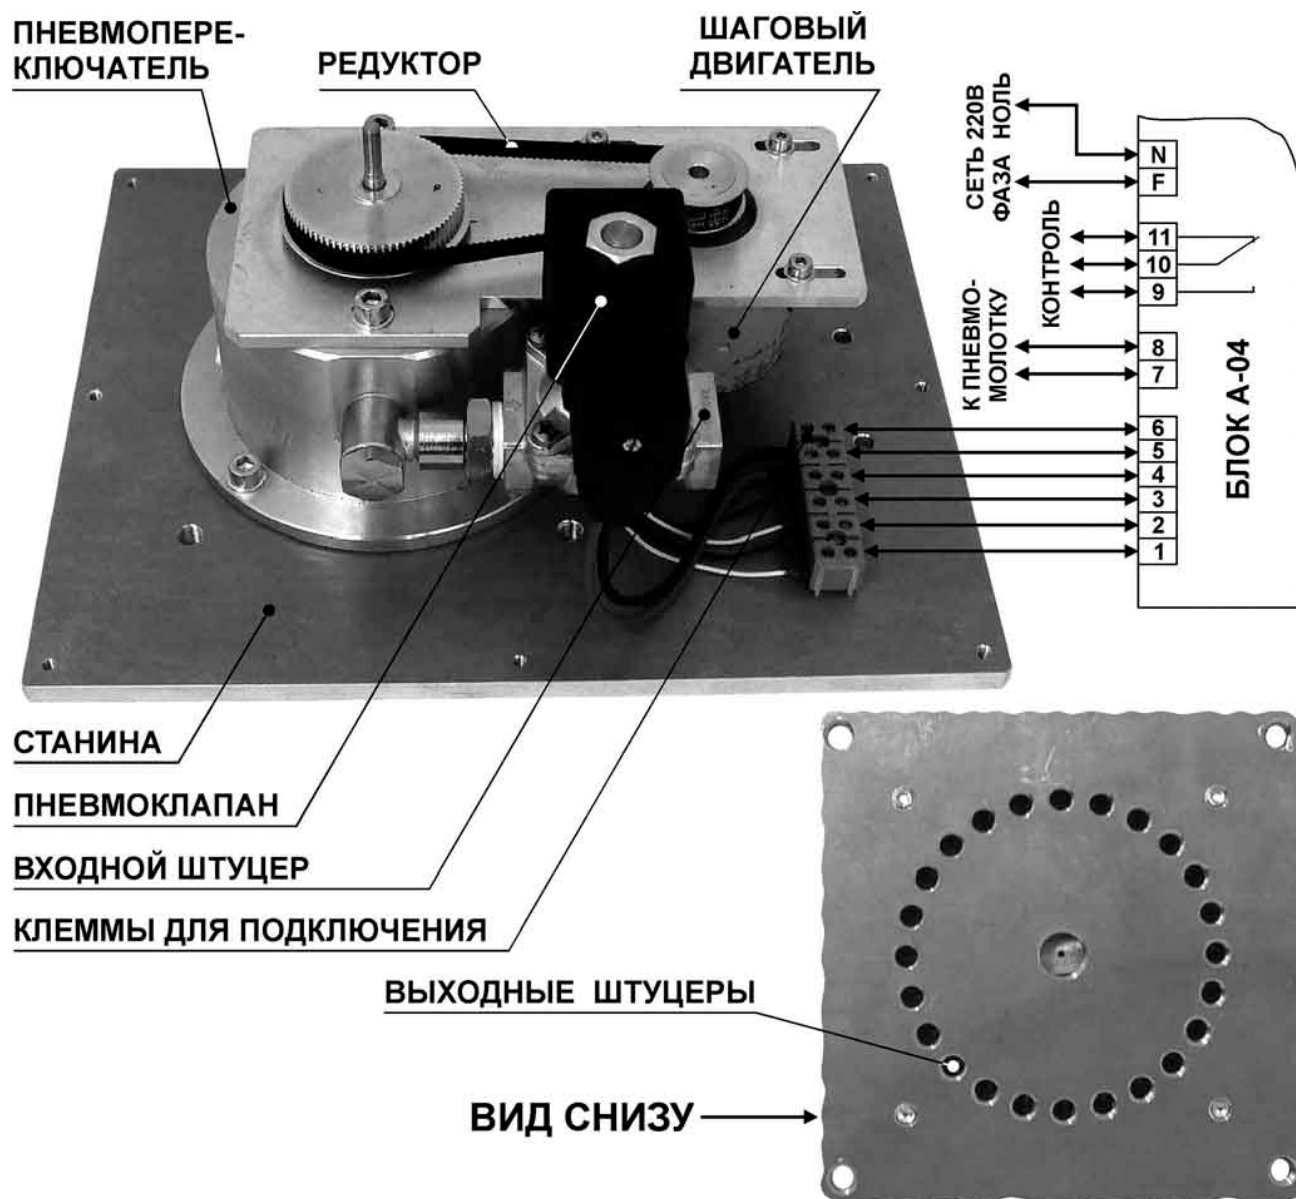
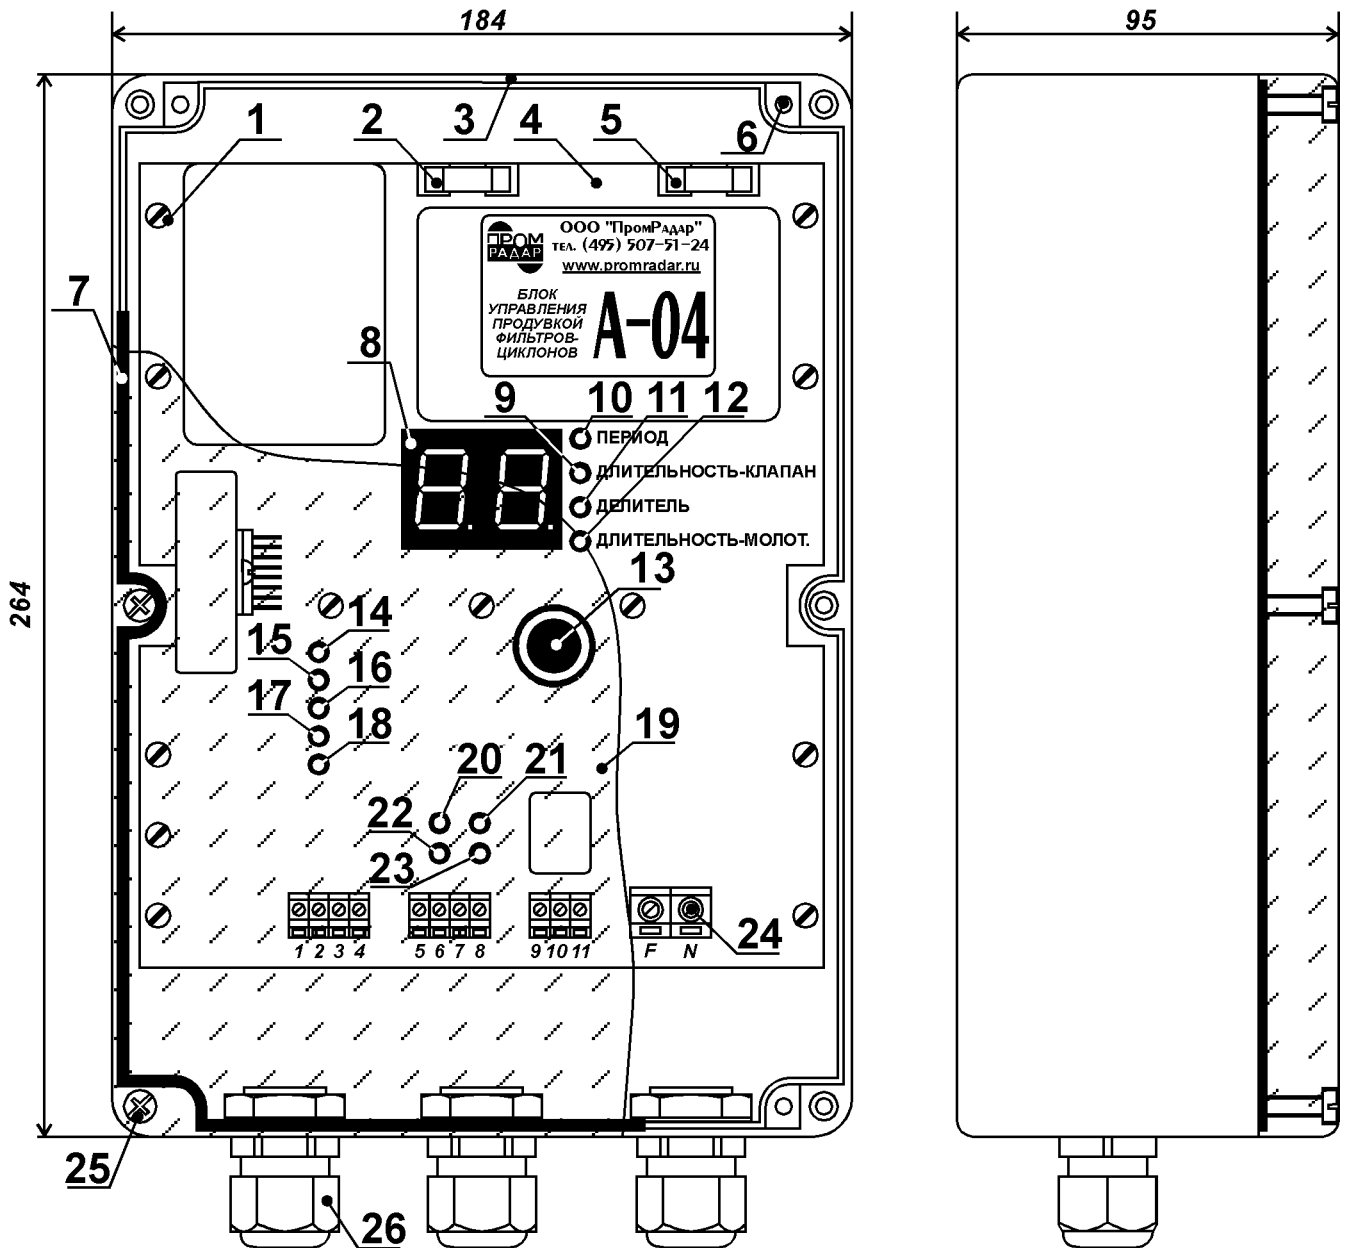

Рис. 1. Электромеханический пневмораспределитель.
Рис. 2. Конструкция блока А-04.
Блок используется совместно с 24-канальным электромеханическим пневмораспределителем (рис. 1) производства итальянской фирмы Осгim (далее – «распределитель»).
Конструкция блока показана на рис. 2. Электрическая схема блока собрана на печатной плате (поз. 4), которая саморезами (поз. 1) закреплена в корпусе (поз. 3).
7.5. Схема подключения внешних цепей к клеммам блока показана на рис. 1 (стр. 3). При отсутствии на электромеханическом распределителе нумерации клемм необходимо пронумеровать клеммы распределителя цифрами от 1 до 6, начиная с нижней по рис. 1 клеммы. Для подключения распределителя к блоку следует соединить между собой клеммы с одинаковыми номерами.
7.7. Для дистанционного контроля за работой блока следует использовать перекидную группу контактов электромагнитного реле, подключённую к клеммам 9 – 11 блока (рис. 1).
В процессе работы на цифровом табло [поз. 8 на рис. 2] отображается время, оставшееся до выдачи очередного импульса на пневмоклапан.
8.2. Для того, чтобы изменить параметры управляющих сигналов, следует нажать на энкодер [поз. 13 на рис. 2]. При каждом нажатии последовательно включается один из светодиодов [поз. 10, 9, 11 и 12 на рис. 2], указывая на то, какой из параметров может быть изменён. Уменьшение введённого значения осуществляется поворотом энкодера против часовой стрелки, а увеличение - поворотом по часовой стрелке. Текущее значение параметра отображается на цифровом табло [поз. 8 на рис. 2].
8.4. На печатной плате блока установлено два плавких предохранителя, включённых в цепи сетевого напряжения. Один из них [поз. 2 на рис. 2] защищает обмотки шагового электродвигателя при отказе модуля электропитания с выходным напряжением 12 В. Второй предохранитель [поз. 5 на рис. 2] обеспечивает защиту катушек пневмоклапана и пневмомолотка при отказе модуля электропитания с выходным напряжением 24 В.
8.5. Светодиодные индикаторы [поз. 14, 15, 16 и 17 на рис. 2] зелёного цвета являются служебными и отображают состояние входных сигналов, подаваемых на узел управления шаговым электродвигателем распределителя.
8.6. Светодиодный индикатор [поз. 18 на рис. 2] красного цвета срабатывает при токовой перегрузке или коротком замыкании в любой из внешних цепей: в обмотках шагового электродвигателя, в катушке пневмоклапана или в катушке пневмомолотка.
8.7. Индикатор [поз. 20 на рис. 2] зелёного цвета отображает наличие управляющего импульса на катушке пневмоклапана. При токовой перегрузке или коротком замыкании в катушке пневмоклапана одновременно с ним загорается индикатор [поз. 22 на рис. 2] красного цвета.
8.8. Индикатор [поз. 21 на рис. 2] зелёного цвета отображает наличие управляющего импульса на катушке пневмомолотка. При токовой перегрузке или коротком замыкании в катушке пневмомолотка одновременно с ним загорается индикатор [поз. 23 на рис. 2] красного цвета.
8.9. Если индикатор красного цвета [поз. 18 на рис. 2] горит постоянно, а ни один из индикаторов [поз. 22 или поз. 23 на рис. 2] не срабатывает, то это указывает на токовую перегрузку или короткое замыкание в обмотках шагового двигателя, подключённых к клеммам 1 – 4 блока.
8.10. При отсутствии на блоке питающего напряжения, а также при первом срабатывании любого из индикаторов токовой перегрузки [поз. 18, поз. 22 или поз. 23 на рис. 2], контакты электромагнитного реле, подключенные к клеммам 9 – 11 блока, переходят в положение, показанное на рис. 1. После устранения причин токовой перегрузки следует кратковременно снять с блока питающее напряжение. После этого при нормальной работе блока контакты реле замкнут между собой клеммы 9 и 10.